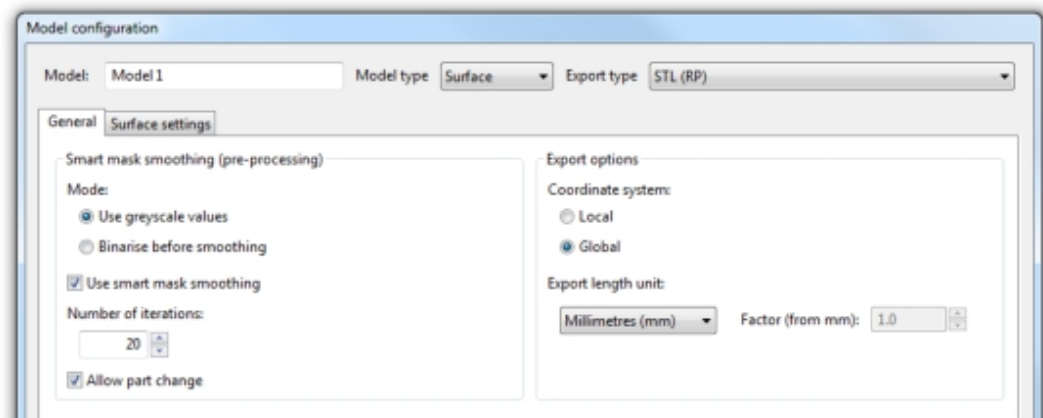

图 1-14 在配置模型对话框中的一般标签
2. 设置 Model configuration (图 1-14) :
- a. 将输出格式 (Export type) 选为 **STL (RP)** ;